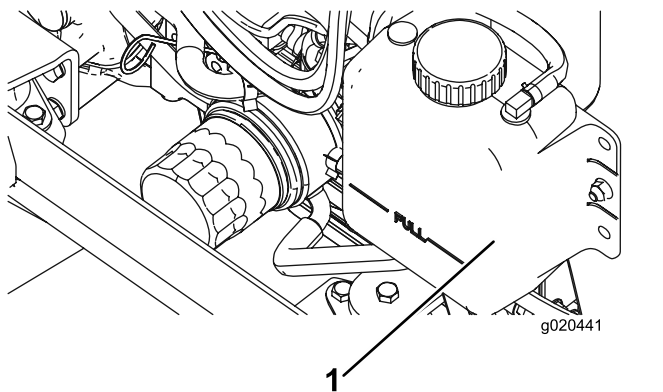

Figura 88
1. Retire cuidadosamente a tampa do radiador e a tampa do depósito de expansão (Figura 88).